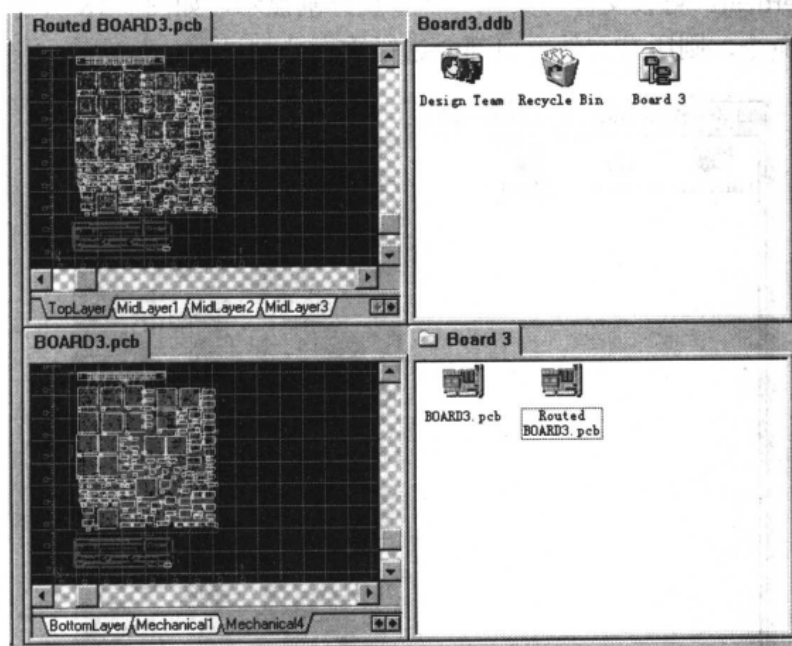

图 9-20 所有窗口平铺显示
- Tile All: 所有窗口平铺显示, 如图 9-20 所示。